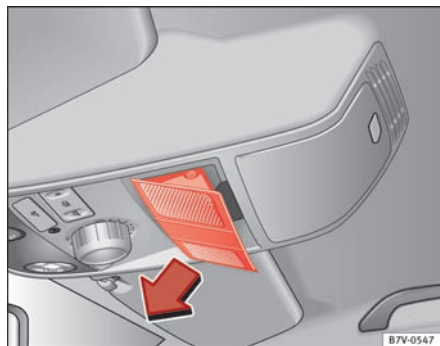

Fig. 190 I loftet: Sådan fjernes afdækningen.
- Fjern afdækningen i pilens retning ⇒ Fig. 190.